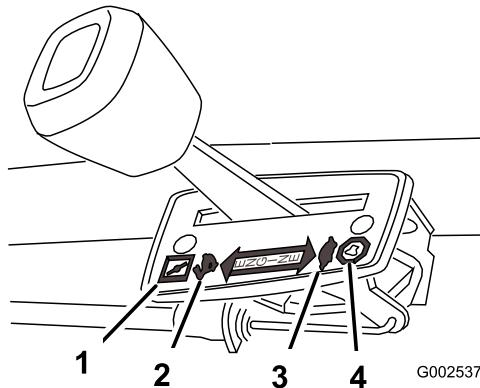

Bild 6
Die Gasbedienungseinstellungen werden in (Bild 6) dargestellt.
3. Stellen Sie den Gasbedienungshebel auf Choke (Bild 6).
4. Stellen Sie den Fahrgeschwindigkeitshebel auf die Neutralstellung (N).